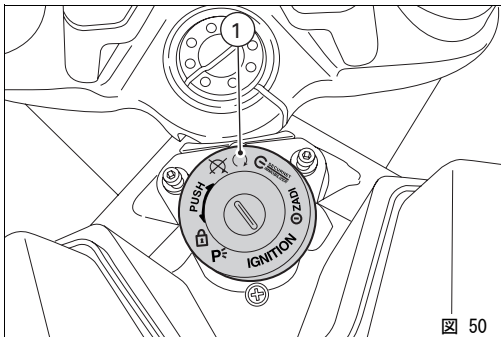

図 50
- 1) イグニッションスイッチを (1, 図 50) にします。メーターパネルの緑のパイロットランプ **N** と赤のパイロットランプ **O** が点灯していることを確認します。